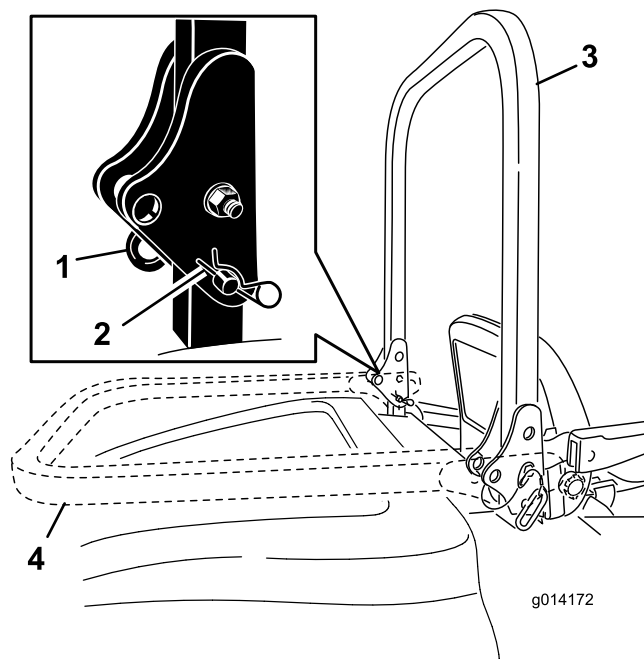

Figura 8
1. Para bajar la barra anti-vuelco, retire los pasadores de horquilla, empuje la barra hacia adelante contra los muelles, y retire los dos pasadores (Figura 8).
2. Baje la barra anti-vuelco (Figura 8).
3. Instale los dos pasadores y fíjelos con los pasadores de horquilla (Figura 8).
4. Para elevar la barra anti-vuelco, retire los pasadores de horquilla y retire los dos pasadores (Figura 8).
5. Eleve la barra anti-vuelco a la posición vertical, instale los dos pasadores y fíjelos con los pasadores de horquilla (Figura 8).